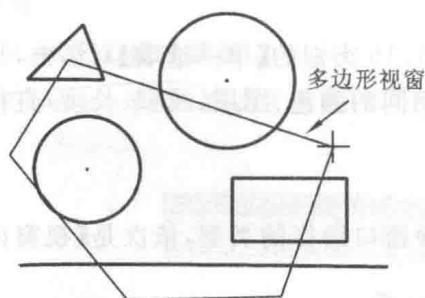

图 1.18 多边形视窗选择方式
(3)  **多边形** 方式就是通过绘制一个任意多边形来选择元素,可以结合窗口状态来选择,如图 1.18 所示。